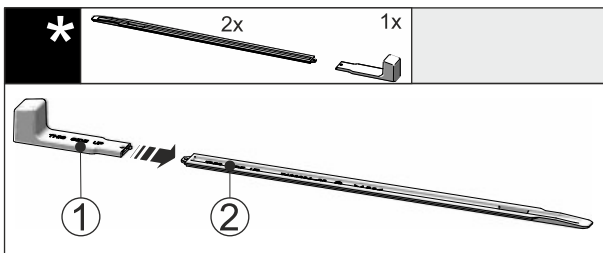

Fig. 49
► Montagegriff Fig. 49 (1) an die Nivellierschiene Fig. 49 (2) stecken.